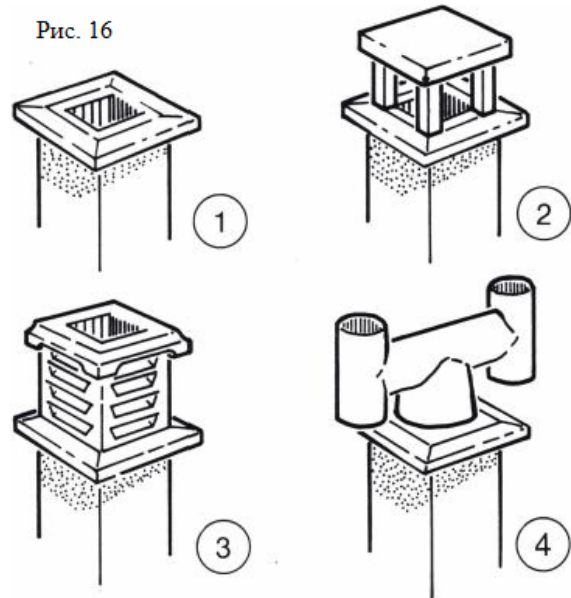

Рис. 16
Существует много типов верхней части трубы дымохода, выбор материалов, формы и т.п. зависит от региональных особенностей. Функция дымохода - выводить дым посредством естественной тяги, поэтому нельзя создавать никаких препятствий ни на его пути, ни на выходе. Следует отказаться от верхней части трубы, сделанной так, что сечение оказывается уменьшенным. Поэтому оптимальным решением представляется оставить выход из трубы открытым (1) или установить "итальянскую крышку" (2), рис. 16.
- статический аспиратор (3) из бетона, имеющий то же сечение, что и дымоход,
- "морской топор" (4) - в географических районах, где дуют сильные ветры (рис.16).